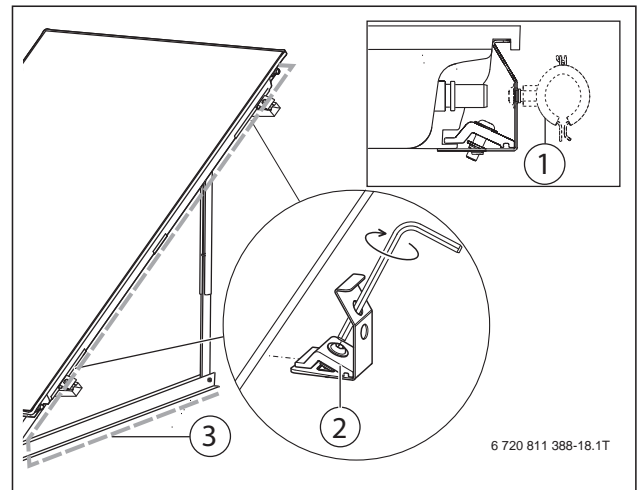

Bild 223 Leitungsführung Kollektorvorlauf
- ▶ Vorlaufleitung parallel zum Kollektor führen (→ Bild 223).